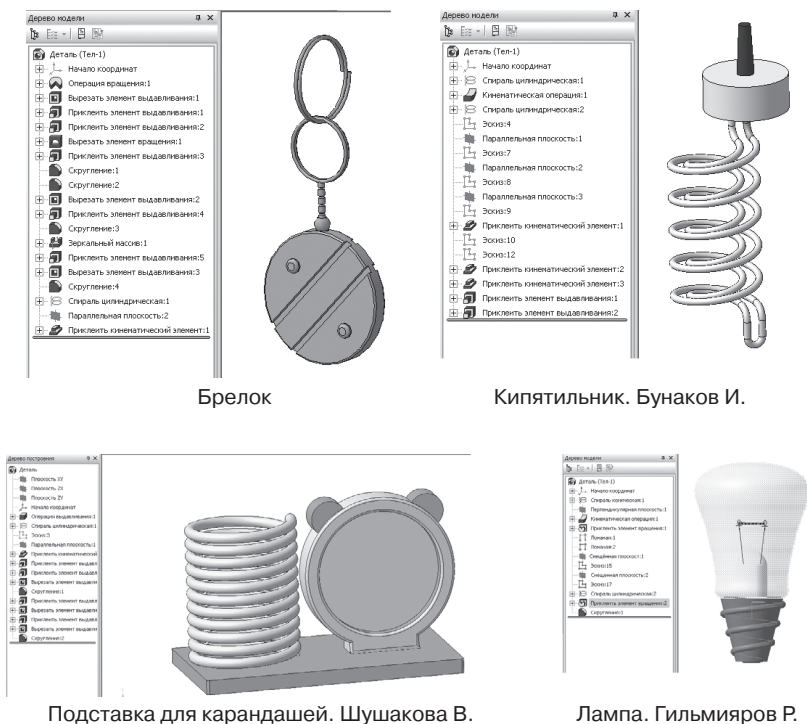

Рис. 288. Творческие работы учащихся
1. Выполните творческую работу с использованием кинематических элементов (рис. 288).